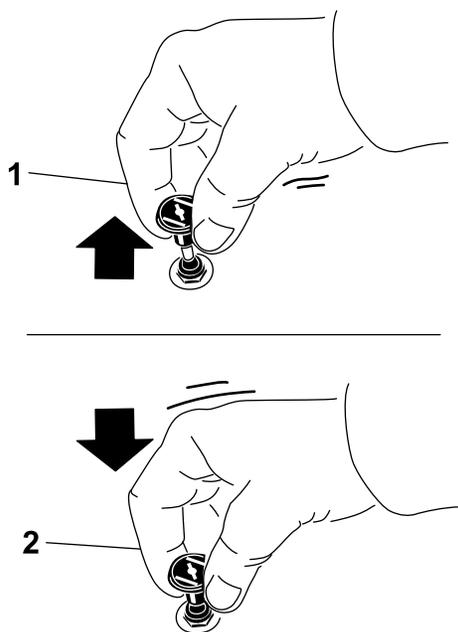

Рисунок 22
1. Потяните вверх ручку воздушной заслонки, чтобы закрыть ее перед включением зажигания (Рисунок 22).
- После запуска двигателя нажмите вниз на ручку воздушной заслонки, чтобы открыть ее (Рисунок 22).